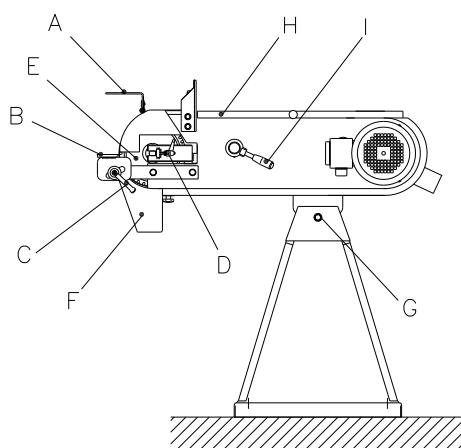

Fig.: 1.1
Ved båndskift aflastes båndet ved at dreje håndtaget (I) mod uret (se *fig.: 1.1*), låget (J) åbnes, og det slidte bånd (K) aftages ved at køre båndet imod omløbsretningen samtidig med, at det trækkes væk fra maskinen ved drivhjulet. Påsæt nyt bånd og kontroller, at pilenes retning på båndets bagside svarer til omløbsretningen. Håndtaget (I) drejes med uret til båndet er strammet op. Der kontrolleres for ligeløb med hånden og evt. justeres med håndtaget (D).